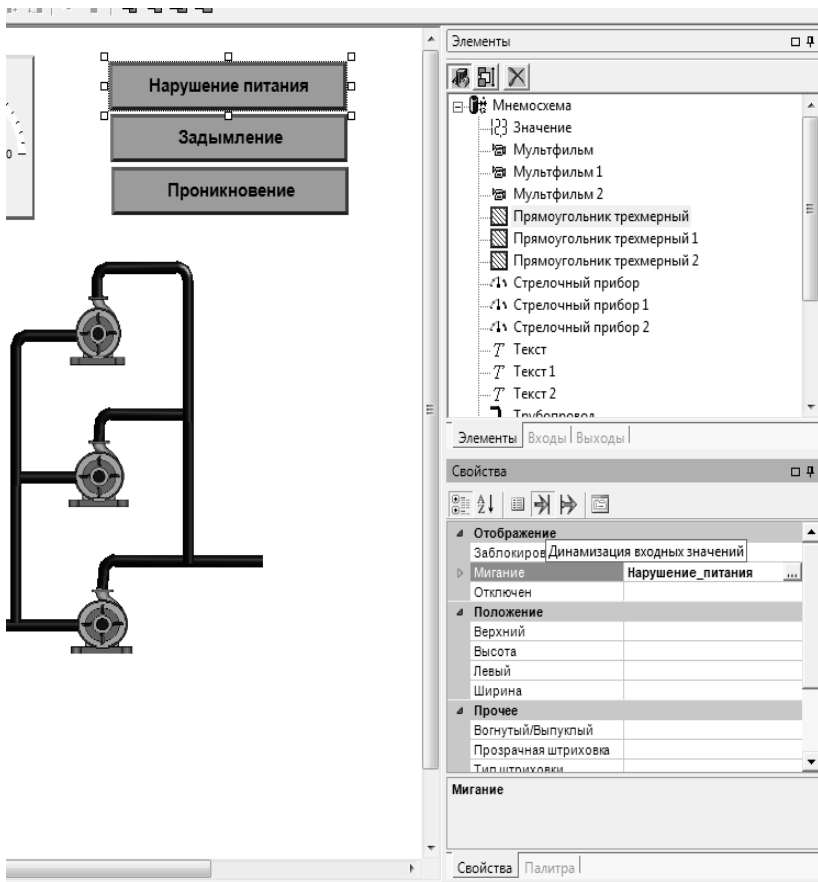
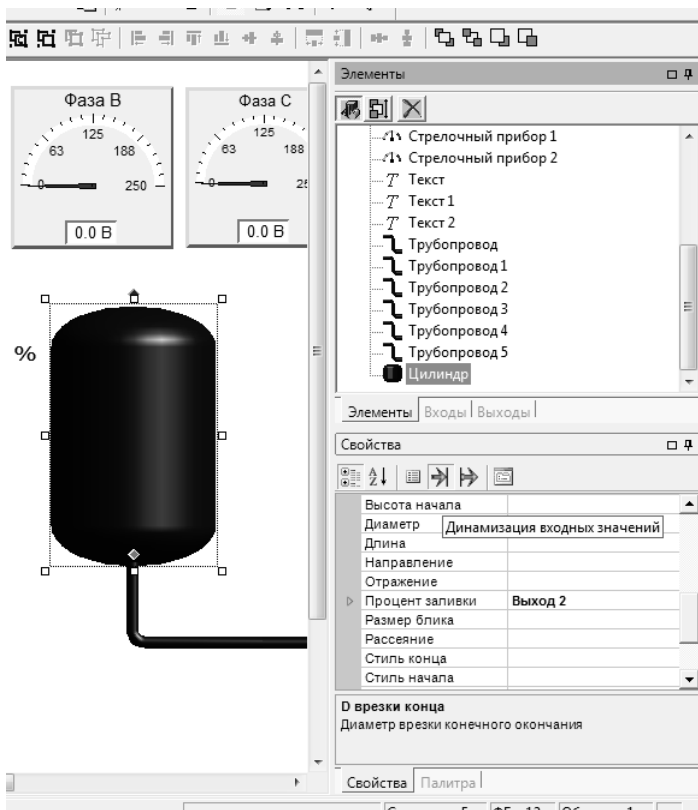

Рис. 2.25. Динамизация входов графического примитива «Прямоугольник трёхмерный»
Рис. 2.26. Динамизация входов графического элемента «Цилиндр»
13. Создадим элементы сигнализации «Нарушение питания», «Задымление» и «Проникновение». С помощью графических примитивов «Прямоугольник трёхмерный» и «Текст» создадим элементы (см. рис. 2.25), которые будут изменять своё поведение (например, начинать мигать) при возникновении соответствующих событий. Далее произведём динамизацию трёхмерного прямоугольника, находящегося под надписью «Нарушение питания». Для этого выделим прямоугольник и переключимся на закладку «Свойства» (рис. 2.26).
14. Произведём динамизацию уровня заполнения приёмного резервуара. Для этого аналогично вышеописанному, выделим на мнемосхеме нарисованный резервуар (объёмный элемент «Цилиндр»), переходим на закладку «Свойства» (рис. 2.25), находим свойство «Процент заливки» и перетаскиваем в это поле выход повторителя «Уровень».